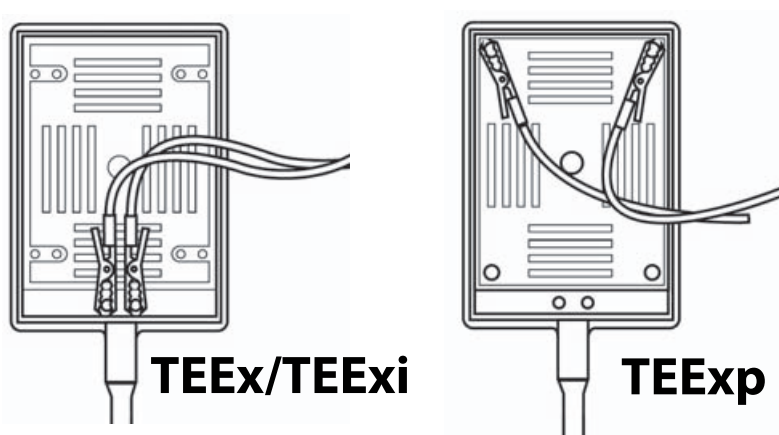

Figura 3 Collegamento del connettore del trasduttore
- c Collegare i conduttori rossi alle viti zigrinate a testa cilindrica sul connettore del trasduttore come illustrato nella **Figura 3**. La configurazione dei conduttori dipende dal modello del trasduttore che si possiede. Vedere la fase 2b per determinare il proprio modello di trasduttore.